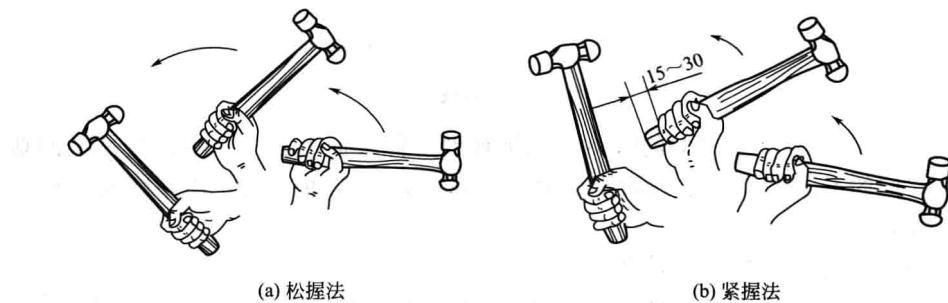

图 1-25 手锤的握法
① 手锤的握法 錾削时，手锤握法有两种方法，即松握法和紧握法。松握法只有大拇指和食指始终紧握锤柄，在锤打时中指、无名指和小指依次握紧锤柄，这种握法锤击力大，且手还不易疲劳，如图 1-25(a) 所示。紧握法用右手五指紧握锤柄，大拇指放在食指上，锤打和挥锤时，五个手指的握法不变，如图 1-25(b) 所示。